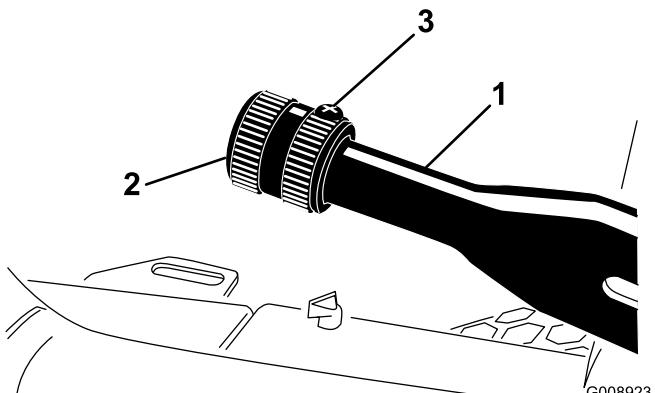

図 54
1. ブレーキレバーに調整ノブを固定している固定ネジをゆるめる（図 54）。